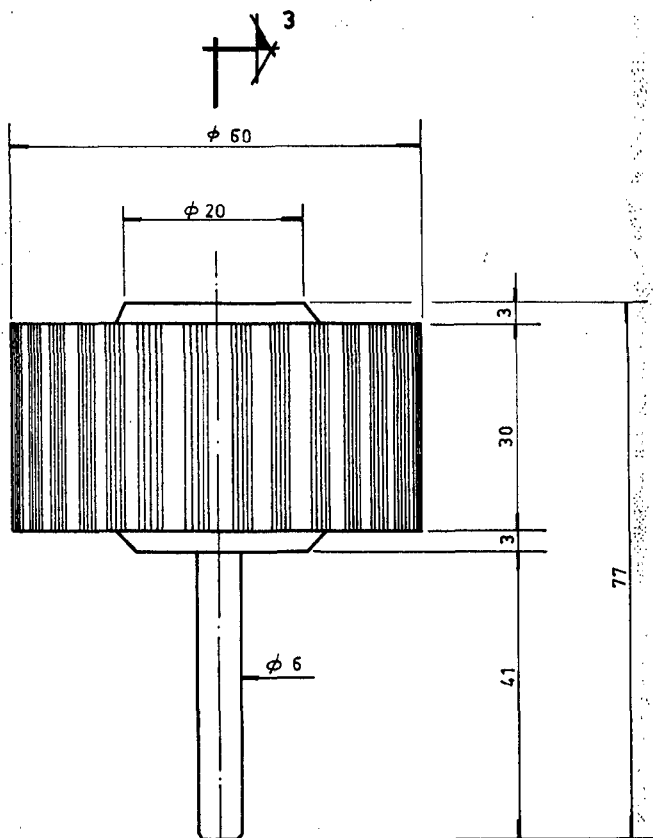

FIGURA 2
- 5.- Integrado por una serie variable de láminas de abrasivo flexible de tela resinada, de distinto grano en cada modelo de acuerdo con el trabajo a realizar. Las hojas van unidas a un núcleo central de resina, en grupos de dos, tres o cuatro láminas. Del núcleo central parte un eje de acero cuyo objeto es la sujeción del ABANICO ROTOR al mandril de la maquina rotativa a emplear en cada caso. El eje de acero que parte del núcleo central y para su perfecta sujeción a éste, lleva unas aletas obtenidas por prensa, para evitar que el esfuerzo a transmitir produzca su desprendimiento por giro. Las series de láminas van claramente diferenciadas en la (Figura 2). Las aletas obtenidas por prensación del eje central quedan especificadas (7 y 8); su acoplamiento al núcleo central se reseña en las (Figuras 3 y 4).